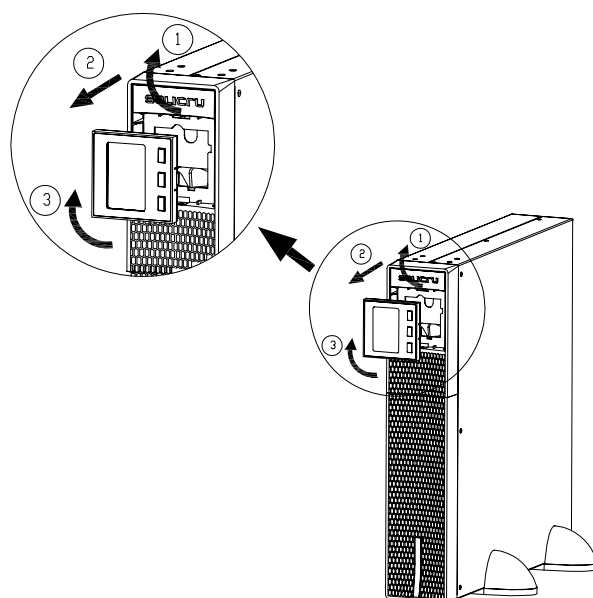

Fig. 8. Rotation du panneau de commande avec écran LCD sur la garniture avant en plastique.
- L'équipement est livré d'usine afin d'être monté en rack. Pour faciliter la lecture des messages sur l'écran lorsque l'équipement est installé verticalement, il est recommandé de faire pivoter le panneau de commande de 90° dans le sens des aiguilles d'une montre (voir Fig. 8).